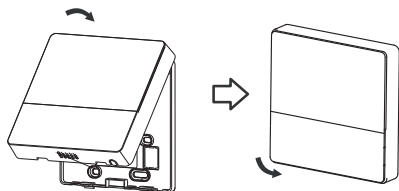

Fig 3-13
- După ajustarea carcasei superioare și apoi fixați carcasa superioară; evitați strângerea cablajului în timpul instalării. (Fig 3-13)